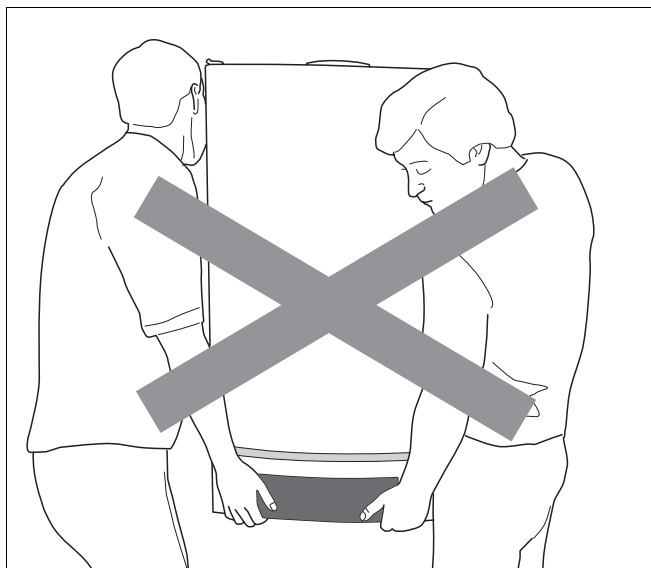

Fig. 3 Forkert løft og transport af kedlen
- Løft og bær ikke kedlen ved at holde i betjeningsfeltets klap (fig. 3).
- Løft og bær ikke kedlen ved at holde i betjeningsfeltets klapp (fig. 3, side 12).